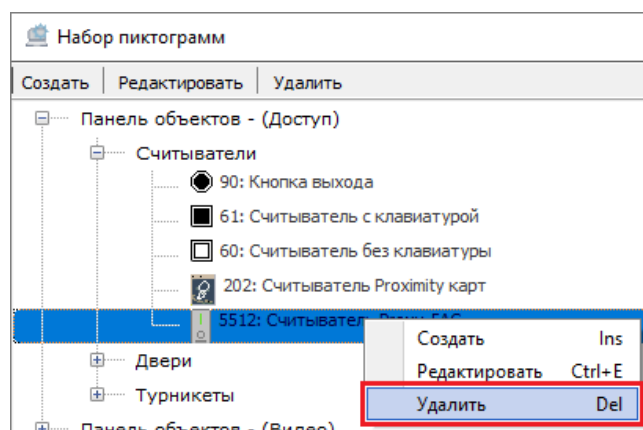

Рисунок 6-516 Переход к удалению пользовательского вида пиктограмм
- 3) кликните по выбранному пользовательскому виду пиктограмм правой клавишей мыши и выберите в контекстном меню вида пиктограмм команду «Удалить» (см. Рисунок 6-516) или выделите выбранный пользовательский вид пиктограмм и нажмите клавишу на клавиатуре;